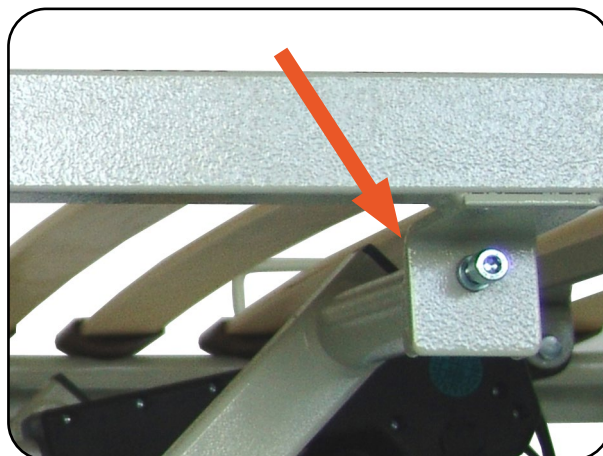

Abb. 6.1.02 – Aufnahmeschalen der Kopfauflage
2. Entfernen Sie an den Aufnahmeschalen der Kopfauflage die zwei seitlichen Innensechskantschrauben M8 x 16 mit Federring (Abb. 6.1.02).
4. Schrauben Sie zur Fixierung der Kopfauflage die zwei Innensechskantschrauben M8 x 16 mit Federring seitlich in die Aufnahmeschalen fest ein (Abb. 6.1.02).